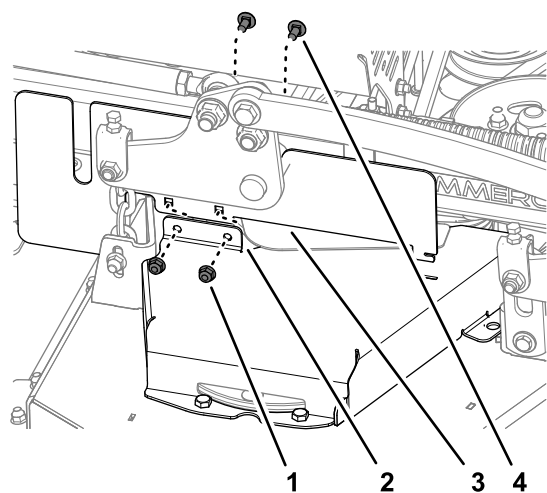

Figura 41
2. Montate la protezione CE del lato destro sul copricinghia destro (Figura 41) con i 2 bulloni a testa tonda e i 2 dadi di bloccaggio rimossi in Rimozione del copricinghia sinistro (pagina 28).